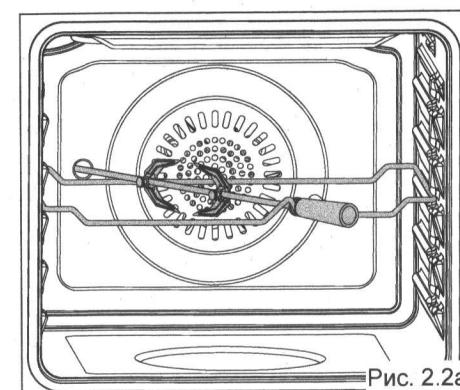

Рис. 2.2a
(Рис. 2.2a, 2.2b)
• Вставьте противень в самый нижний держатель стойки духовки и вставьте опорный стержень в промежуточный держатель стойки (рис. 2.2a, 2.2b).
• Вставьте стержень в отверстие двигателя (рис. 2.2a, 2.2b). Он правильно установлен, только если стержень не поворачивается, когда вставляется. Он будет вращаться только тогда, когда двигатель работает (проверить правильность вращение стержня).
• Оставьте стержень на поддержке вертеле (рис. 2.2a, 2.2b); затем снимите сцепление, повернув его влево